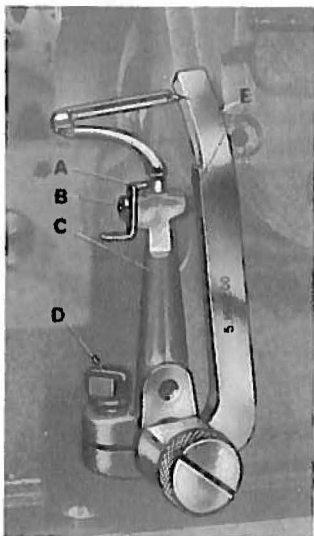

fig. 4
- S.1821.00 serve per tutte le operazioni ad eccezione dell'operazione n. 4 (fig. 4);
- S.1647.00 per l'operazione n. 4 (fig. 4).
4. Fasatura crochet inferiore (fig. 4).
- bloccare a fondo la vite E (fig. 4).